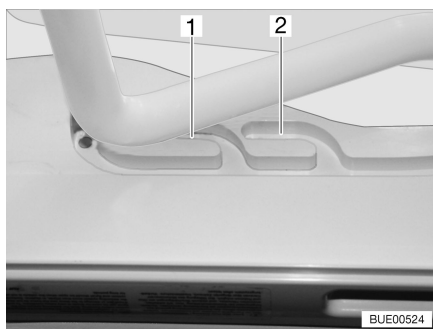

Bild 22 Den uppfällbara takluckan i ventilationsläge
Den uppfällbara takluckan kan ställas i två ventilationslägen: Läget för dåligt väder (Bild 22,1) och mittläget (Bild 22,2).
- Tryck bygeln lätt uppåt och skjut in den i det valda spåret (Bild 22,1 eller 2).